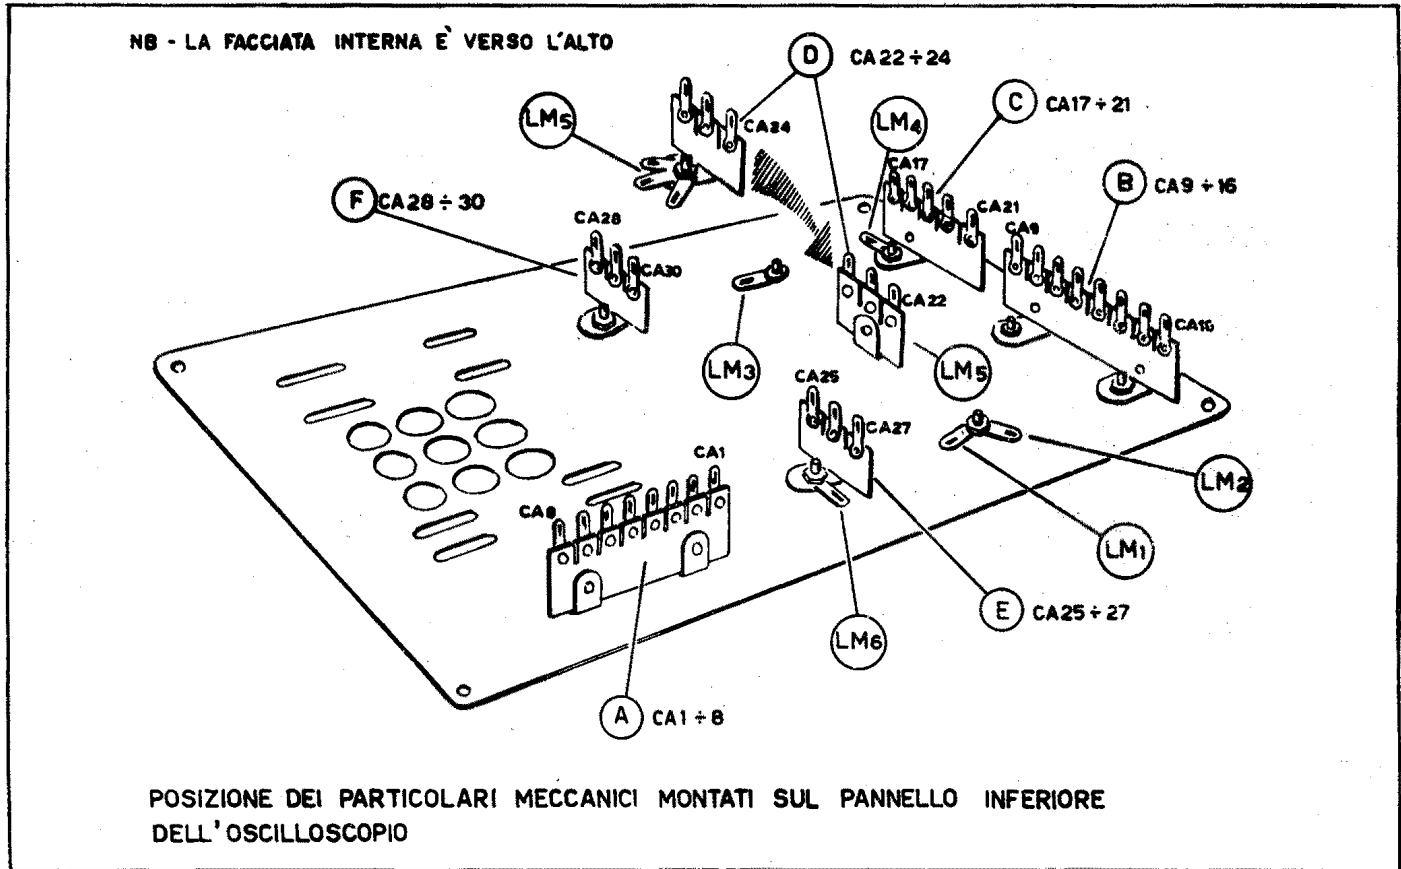

Fig. 3
b) - PROVVEDA A FISSARE, CON LE VITI DI 5 mm DI LUNGHEZZA, I CAPICORDA SEMPLICI INDICATI CON LE SIGLE LM1, LM2, LM3 SUL DISEGNO DI FIG. 3.
c) - FISSI LA Basetta di ANCORAGGIO DEI TERMINALI DEL TRASFORMATORE DI ALIMENTAZIONE NELLA POSIZIONE INDICATA SULLA FIG. 3.
Questa basetta è contraddistinta con la lettera B sulla fig.3 e possiede essa pure 8 capofili di ancoraggio.
Questa basetta è indicata con la lettera C sulla fig.3. Ricordi di mettere, sopra l'angolare della basetta, un capocorda semplice LM4 bloccandolo nella posizione indicata sul disegno.